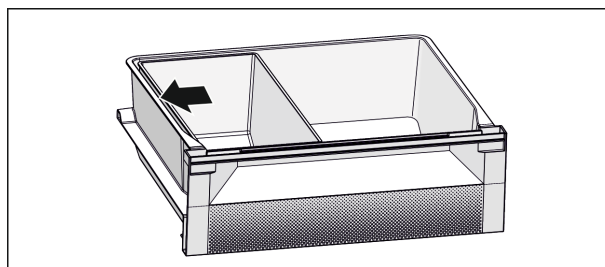

Fig. 7
▶ 实现最佳冷却功能：按图放置 Fish & Seafood 存放盒 [参见 Fig. 7]。